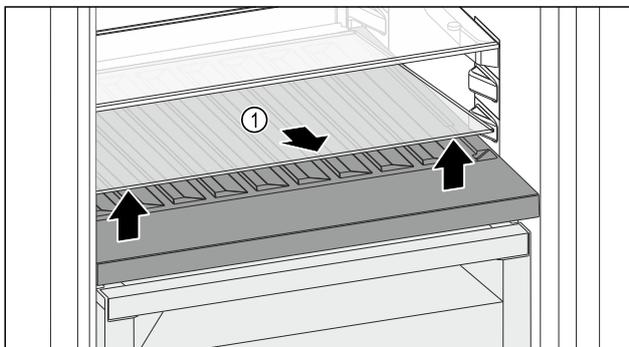

Fig. 96
- ▶ Levante la placa de vidrio Fig. 96 (1) por la entalladura de la parte delantera y retírela.
- ▶ Guarde la placa de vidrio Fig. 96 (1) de forma segura fuera del electrodoméstico.